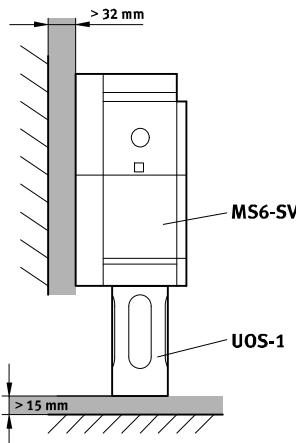

Fig. 14 Монтаж
- Обеспечьте расстояние минимум 15 мм под глушителем (➔ Fig. 14). Наличие свободного пространства способствует бесперебойному сбросу воздуха.